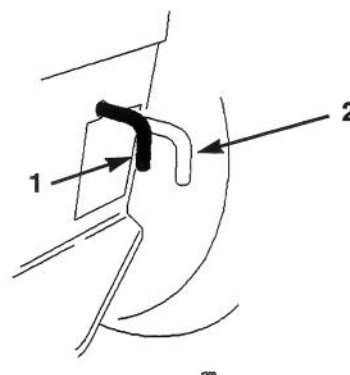

Figure 14
2. Mettre la commande de transmission à la position "PUSH" (POUSSER). La transmission aux roues est alors désaccouplée et les roues peuvent tourner librement (Fig. 14).
1. Appliquer le frein, ce qui amène la commande de transmission à "OPERATE" et accouple la transmission aux roues, ou amener la commande de transmission à la position "OPERATE" (Fig. 14).